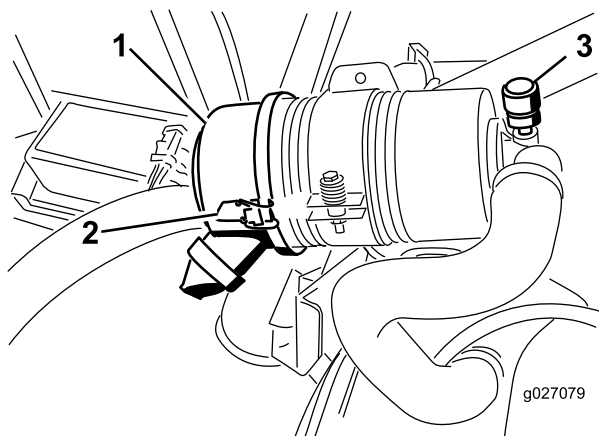

Figura 51
Effettuate la manutenzione del filtro dell'aria quando l'indicatore (Figura 51) lo richiede. Sostituendo il filtro dell'aria prima del necessario si aumenta il rischio che la morchia penetri nel motore quando si toglie il filtro.
1. Rilasciate i fermi che fissano il coperchio del filtro dell'aria al relativo corpo (Figura 51).